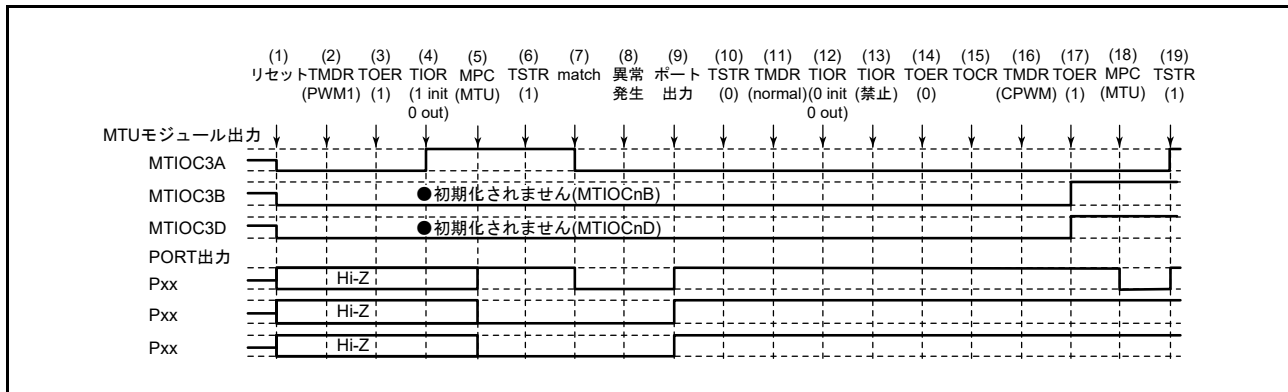

図 22.164 PWM モード 1 で異常が発生し、相補 PWM モードで復帰する場合
PWM モード 1 で異常が発生し、再設定後相補 PWM モードで再スタートする場合の説明図を図 22.164 に示します。
(1) ~ (14) は図 22.164 と共通です。
(15) TOCR1A、TOCR2A (TOCR1B, TOCR2B) レジスタでリセット同期 PWM の出力レベルと周期出力の許可 / 禁止を選択してください。
(16) リセット同期 PWM を設定します。
(17) TOERA (TOERB) レジスタで MTU3、MTU4 (MTU6, MTU7) の出力を許可してください。
(18) MPC と I/O ポートのポートモードレジスタ (PMR) で MTU 出力としてください。
(19) TSTRA (TSTRB) レジスタで再スタートします。